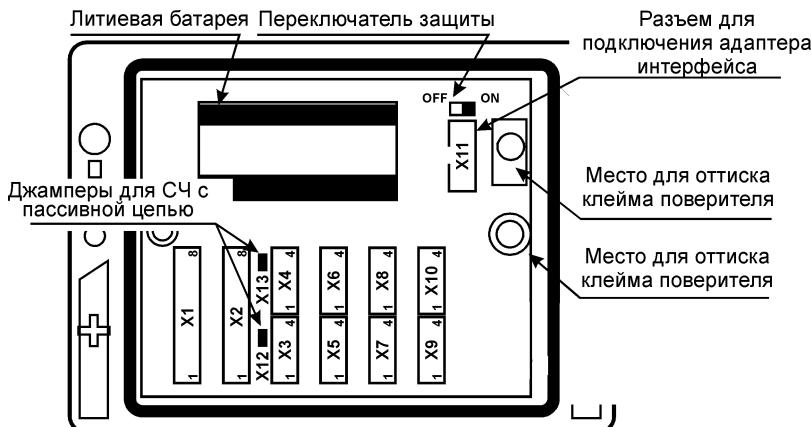

Рисунок 5.3 – Внешний вид модуля
Экранны кабелей должны быть электрически соединены между собой (только в одной точке) и с контактами X3:1 и X4:1 (рис. 5.3).
1. Джамперы X12 и/или X13 (рис. 5.3) должны быть установлены;
1. Джамперы X12 и/или X13 (рис. 5.3) должны быть сняты;
Для защиты от несанкционированного вмешательства в работу вычислителя переключатель защиты (рисунок 5.3) переводят в левое положение OFF. При этом попытки изменения настроек параметров (кроме параметров группы **Интерф.** и параметров **RO, N2, CO2** и **Pб** группы **Общие**) игнорируются, а на табло индицируется сообщение **ЗЩ!**.